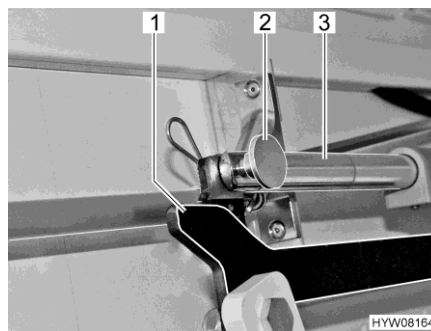

Fig. 111 Azionamento (letto basculante)
- Rimuovere il collegamento (copiglia e bullone) (Fig. 111,2) tra la biella (Fig. 111,3) e la leva (Fig. 111,1).
- Afferrare dal basso tra parete laterale e la tiranteria del letto basculante e rimuovere il collegamento (copiglia e bullone) (Fig. 111,2) tra la biella (Fig. 111,3) e la leva (Fig. 111,1).